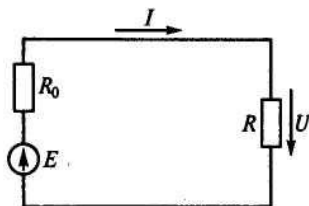

Рис. 1. 1
1.3. Как выразить напряжение U через параметры цепи E , R_0 , R , схема которой приведена на рис. 1. 1?